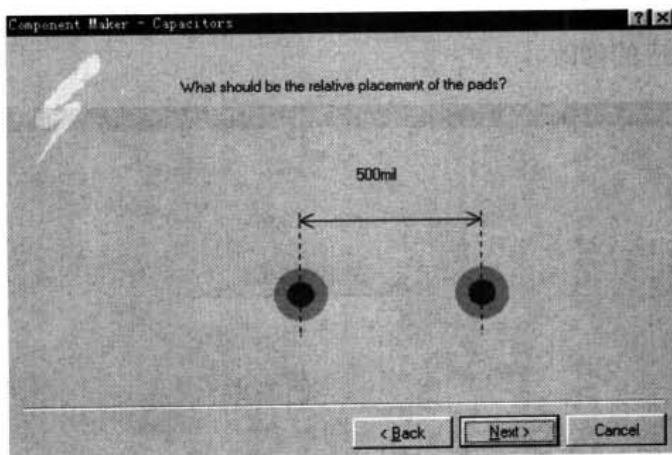

图 17-17 选择焊盘间距对话框
- (6) 单击 Next 按钮，进入焊盘间距选择对话框，如图 17-17 所示。尺寸间距，可以根据需要进行设置。